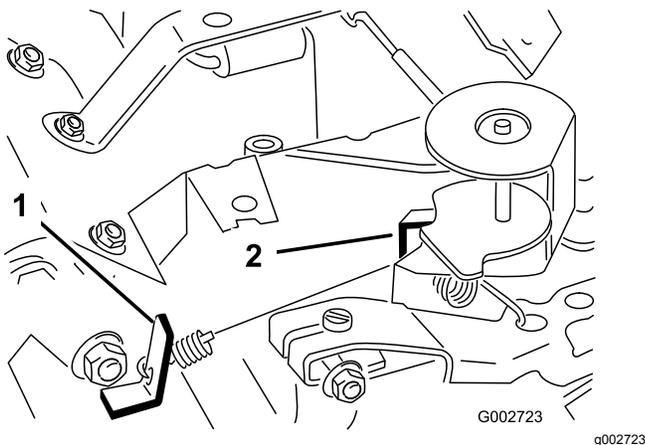

Bild 40
3. Biegen Sie den Anker-Federmitnehmer (Bild 40), um eine Leerlaufgeschwindigkeit von 1.675 U/min bis 1.175 U/min zu erzielen.
6. Biegen Sie den Federankermitnehmer in der Vollgaseinstellung (Bild 40), bis Sie eine Vollgasdrehzahl von 3.350 U/min bis 3.450 U/min erzielen.